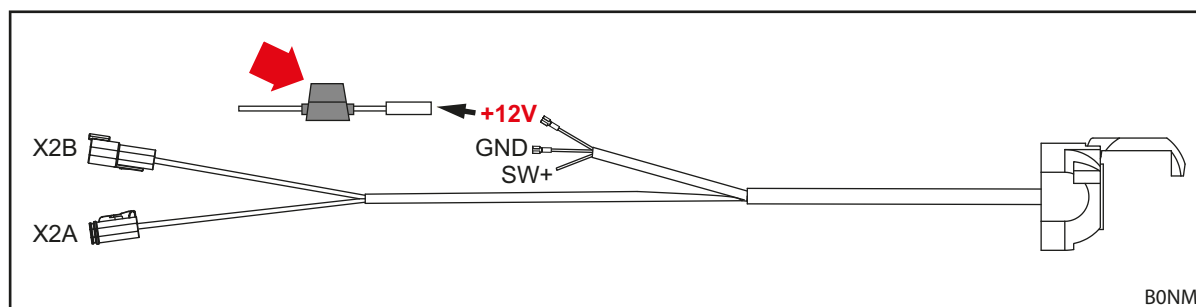

Fig. 53 Mazo de cables ISOBUS de STOLL
- Localizar y comprobar el fusible (n.º id. 0484860, véase la flecha roja en Fig. 53):